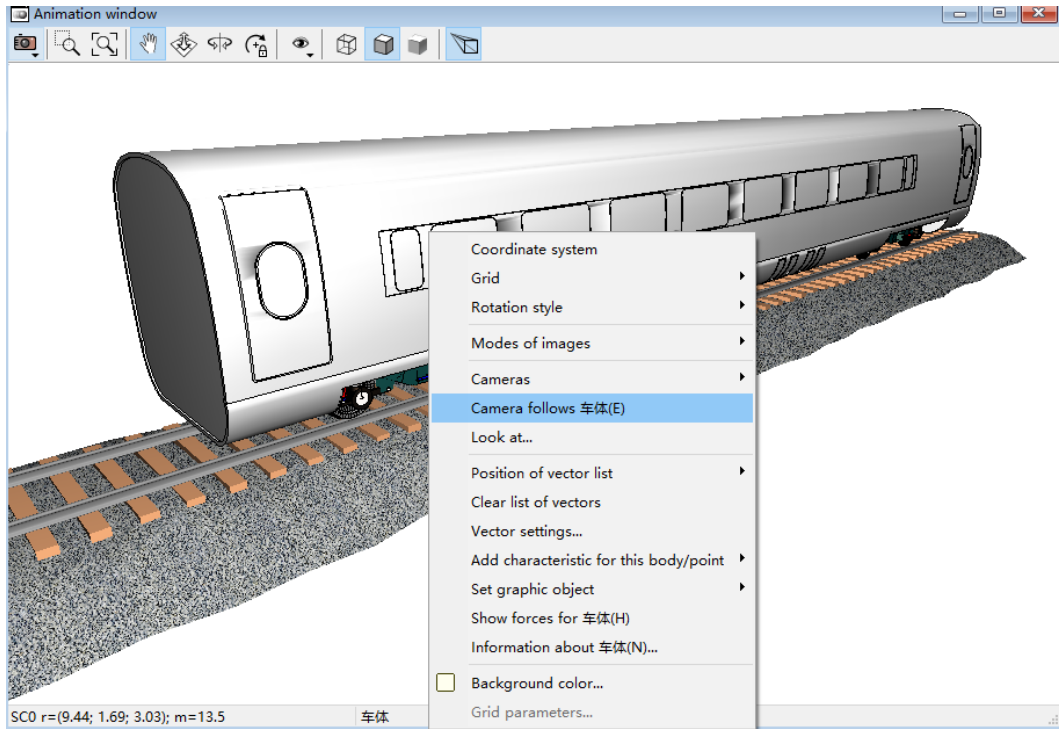

图 3-48
- 15) 在模型动画窗口，将鼠标光标移动到车体上，点**右键**，选择菜单 **Camera follows (车体)**可使窗口始终跟随**车体**，如图 3-48。